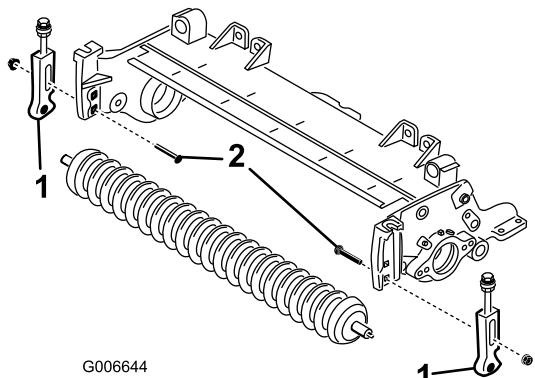

Bild 19
12. Nehmen Sie die Schlossschrauben und Muttern ab, mit denen die Schnitthöhenhalterungen an den Seitenplatten der Schneideeinheit befestigt sind (Bild 19).
13. Lösen Sie die Kopfschrauben und die Sicherungsmuttern, mit denen die Schnitthöhenhalterungen an der vorderen Rollenwelle befestigt sind (Bild 19).
14. Nehmen Sie die Schnitthöhenhalterungen und die vordere Rolle von den Seitenplatten der Schneideeinheit ab (Bild 19).